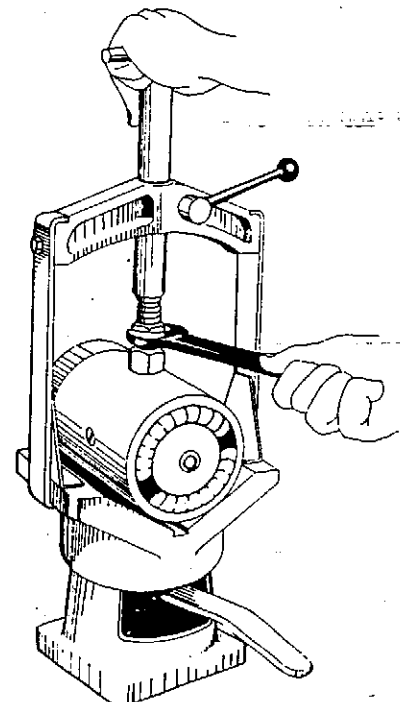

Abb. 93 Prismenstück für Ausbau der Feldwicklung
3. Polschuhe in das auf Abb. 93 gezeigte Prismenstück (Bosch EFAW 9 od. entspr.) legen, Polschrauben lösen.